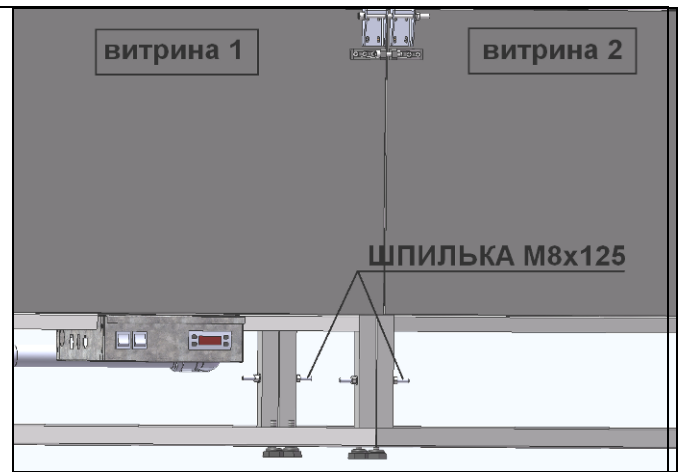

рис. 4
- через отверстия в опорных базах шпильками M8x125 из комплекта соединительного (рис. 4)